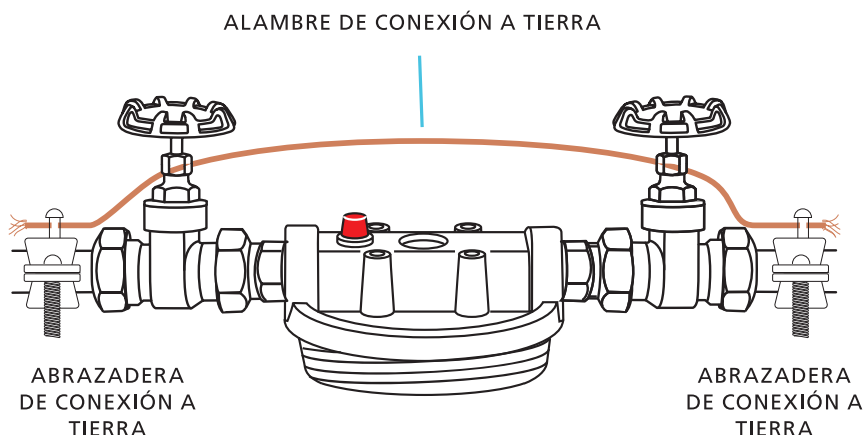

FIGURA 3
- 5** Cuando instale en tuberías metálicas, asegúrese de tomar las siguientes precauciones. Instale firmemente dos (2) abrazaderas de conexión a tierra y un alambre de cobre n.º 4 a través del lugar donde se instalará el sistema. Apriete la abrazadera en ambos extremos, como se muestra a continuación. (Consulte la Figura 3)